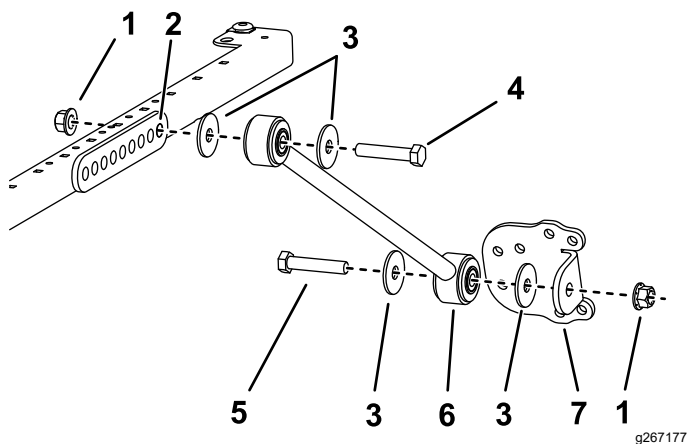

Рисунок 41
(1/2 дюйма) и фланцевой гайки (1/2 дюйма), как показано на рис. Рисунок 41.
- Прикрепите, не затягивая, кронштейн подпорки к каждой подпорке с помощью болта (½ x 2½ дюйма), 2 шайб (½ дюйма) и фланцевой гайки (½ дюйма), как показано на рис. Рисунок 41.